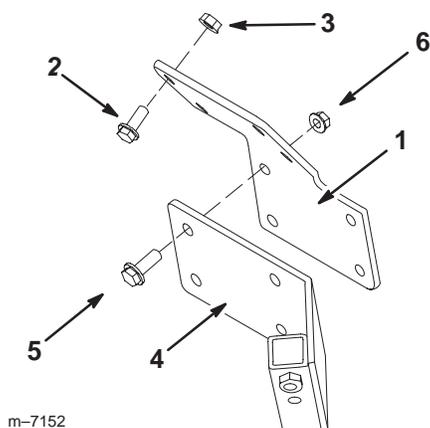

Figura 9
1. Montate il pezzo di connessione sul cruscotto del Workman utilizzando quattro bulloni (1/4 x 3/4 poll.) e quattro dadi flangiati (1/4 poll.), come illustrato nella figura 9.